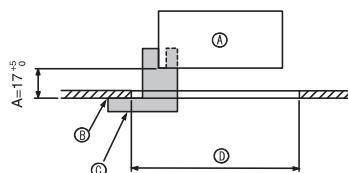
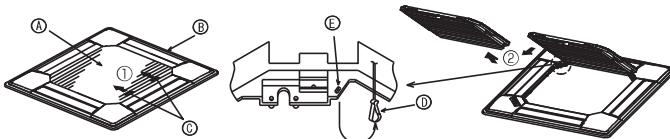
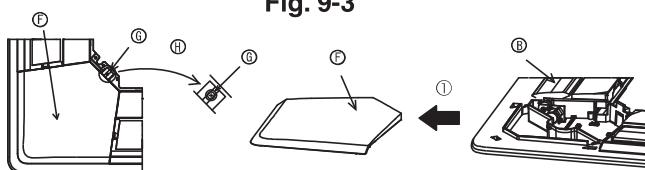

Fig. 9-2
Fig. 9-3
Fig. 9-4
①	หมายเหตุ	1	950 x 950 (มม.)
②	สกรูพร้อมวงแหวน	4	M5 x 0.8 x 25
③	加大	1	(แบ่งออกเป็น 4 ส่วน)
④	สายรัด	3
⑤	สกรู	4	4 x 8
⑥	สกรู	1	4 x 12
⑦	รีไซเคิลไฟล์แบบไร้สาย	1	สำหรับ PLP-6BALM
⑧	รีไซเคิลไฟล์แบบมีสาย	1	สำหรับ PLP-6BAMD
9.2. การเตรียมการติดตั้งตะแกรง (Fig. 9-2)
- ใช้เจ้า ③ ที่ไม่มีหัวเรื่องเครื่องมือชุดนี้ บันทึกและเช็คตามหน้างานเครื่องให้ติดกับเดคน หากเครื่องติดตั้งในตัวแห่งที่ไม่เหมาะสมกับเดคน อาจทำให้อาการครัวว์และเกิดการสะสมของหยดน้ำ
9.2.1. การถอดตะแกรงช่องลมดูดเข้า (Fig. 9-3)
- เลื่อนที่ขึ้นไปตามพื้นที่ของลูกศร ① เพื่อถอดตะแกรงช่องลมดูดเข้า
- ในสภาพพื้นที่ของตะแกรงช่องลมดูดเข้าเปิดอยู่ ถอดที่ยึดตะแกรงช่องลมดูดเข้าออกจากตะแกรงตามลูกศร ②
9.2.2. การถอดฝาครอบมุม (Fig. 9-4)
- ถอดลูกศรออกจากฝาครอบมุม เลื่อนฝาครอบมุมตามลูกศร ① เพื่อถอดฝาครอบมุม
- [Fig. 9-3] [Fig. 9-4]